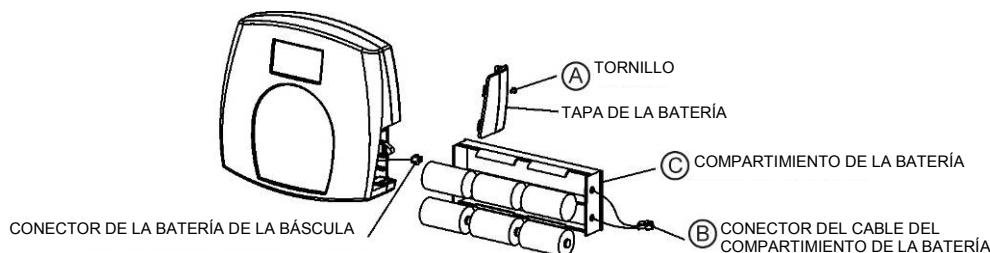

Figura 3 - Baterías
2. Coloque las baterías en su compartimento (consulte la información sobre "Baterías" en la Figura 3 que aparece a continuación).
2. Retire la tapa del compartimiento de las baterías del conjunto de la pantalla. Consulte la Figura 3 (A) anterior.
3. Desconecte el conector del cable del compartimiento de las baterías del conector de la batería de la báscula (B).
4. Retire con cuidado el compartimiento de la batería (C) deslizándolo fuera del conjunto de la pantalla.
6. Con cuidado deslice el compartimiento de la batería (C) dentro del conjunto de la pantalla.
7. Enchufe el conector del cable del compartimiento de la batería al conector de la batería de la báscula (B).
8. Acople la tapa de la batería al conjunto de la pantalla y coloque el tornillo (A).